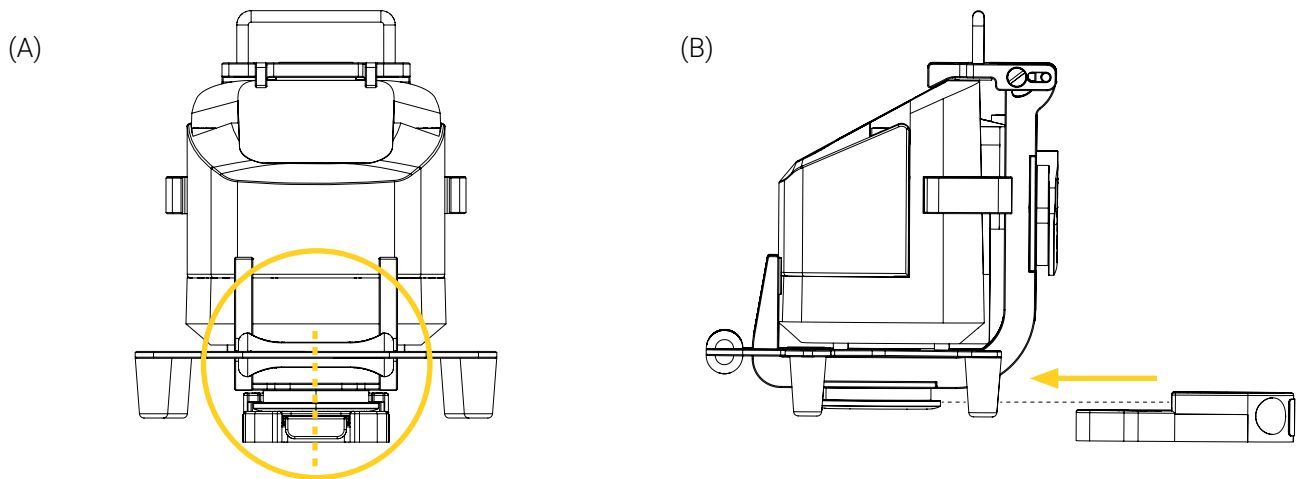

Figure 15: Retrait horizontal du support de fixation Bracket Pro Serie 61 – GR de la Micro Base
2. Appuyer et maintenir enfoncé le bouton à déclenchement rapide de la Micro Base, puis tirer le support de fixation vers l'avant pour le retirer de la base horizontalement (Figure 15), en portant une attention particulière à ne pas coincer les tubulures de l'appareil médical.